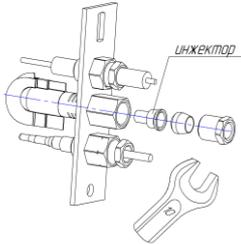

Рис.2 Замена инжектора зажигающей горелки
- заменить инжектор (Рис.2) зажигающей горелки для природного газа -